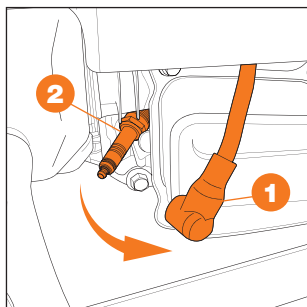

Рис. 18
- Снимите свечной колпачок ❶ (Рис. 18).